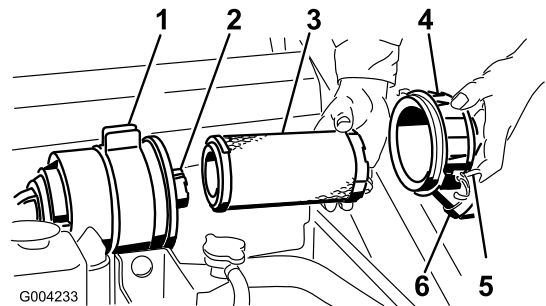

Figure 34
3. Ouvrez les attaches du filtre à air et enlevez le couvercle du corps du filtre (Figure 34).
6. Sortez l'élément principal du corps du filtre avec précaution (Figure 34). Évitez de cogner l'élément à l'intérieur du corps.
9. Si vous remplacez l'élément filtrant de sécurité, insérez-le avec précaution dans le corps du filtre (Figure 34).
10. Placez ensuite l'élément principal sur l'élément de sécurité avec le même soin (Figure 34). Assurez-vous qu'il est bien engagé en appuyant sur le rebord extérieur.
11. Reposez le couvercle du filtre à air, le côté portant l'inscription "UP" en haut, et fermez les dispositifs de verrouillage (Figure 34).